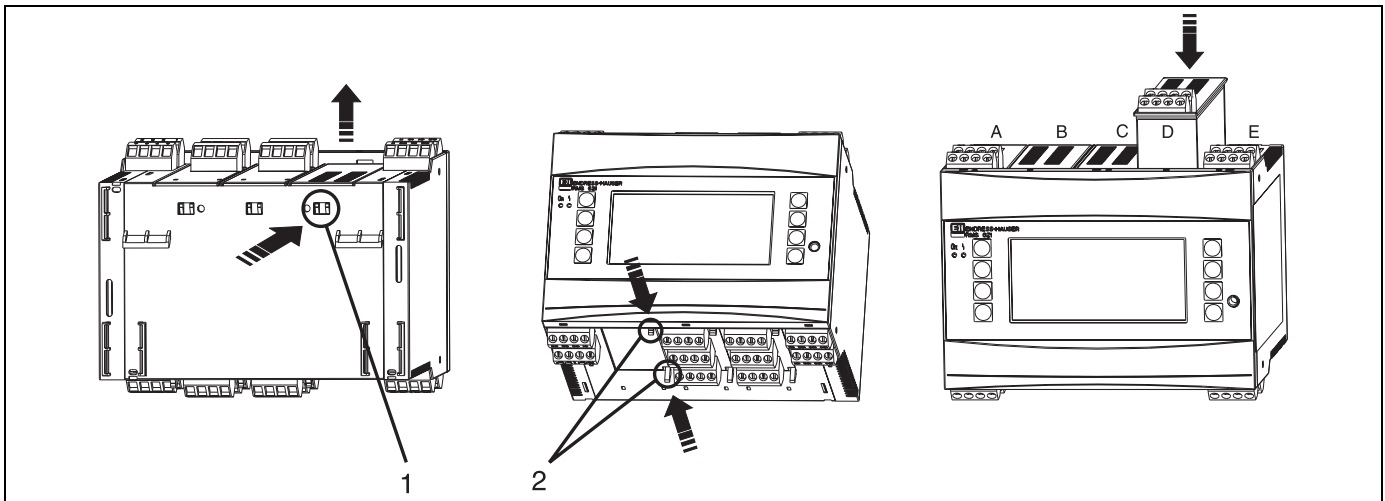

図3： 新しい拡張カードの取り付け（例）
本装置にはさまざまな拡張カードを取付けることができます。このために、最大3つのスロットを使用できます。スロットにある拡張カードプラグは、装置上でB、CおよびD（→ 図3）で識別されます。
2. 装置にある必要な拡張スロットから盲ぶたを外します。エネルギーマネージャーの底にある留め金を同時に押し（図3、位置2を参照）、同時に装置の背面にある留め金を内側に押し込み（例えばねじ回しを使用して）（図3、位置1）、それから盲ぶたを装置の外に押し出します。
3. 拡張カードを上方から装置内に差し入れます。拡張カードは、装置の下方および背面にある留め金が所定の位置にカチッとハマっている場合のみ拡張カードは正しくはまります（図3、位置1および2を参照）。拡張カードの入力端子が上面にあり、基本装置へのアナログ接続端子は前方を向いていることを確認してください。